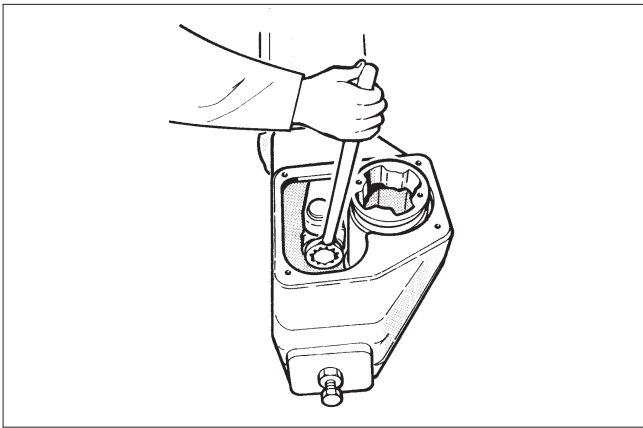

Abb. 10 Öffnen der Befestigungsschraube der Lagereinheit des Stellantriebs
- Entfernen Sie die Anschlagschraube (26) am Zylinderende.
- Entfernen Sie das Zylinderende (44).
- Entfernen Sie die Gehäuseabdeckung (2).
- Schrauben Sie die Lagerschraube (29) und die Zylinderbefestigungsschrauben (31) von der Seite des Zylinderbodens (6) ab, siehe Abb. 10. Wenn sich der Kolben dreht, darf die Drehung nicht mit der Kolbenbefestigungsmutter verhindert werden; senden Sie den gesamten Stellantrieb zur Reparatur an den Hersteller.
- Entfernen Sie die Dichtung der Kolbenstange (16, 16a) und das Lager (22). Reinigen Sie den Dichtungsraum.
- Entfernen Sie die Anschlagsschraube (26) am Zylinderende.
- Öffnen Sie die Befestigungsschraube (29) der Lagereinheit (5). Siehe Abb. 10.